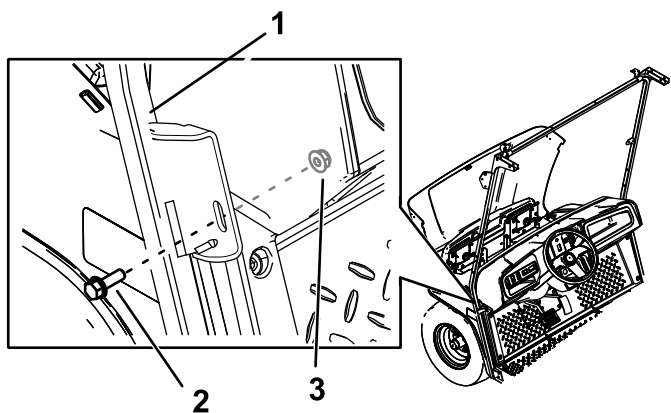

Figura 31
3. Fije la pestaña central de los montantes izquierdo y derecho del parabrisas a la máquina con 2 pernos hexagonales con arandela prensada (5/16" x 1") y 2 tuercas (5/16") en los taladros que perforó (Figura 31).